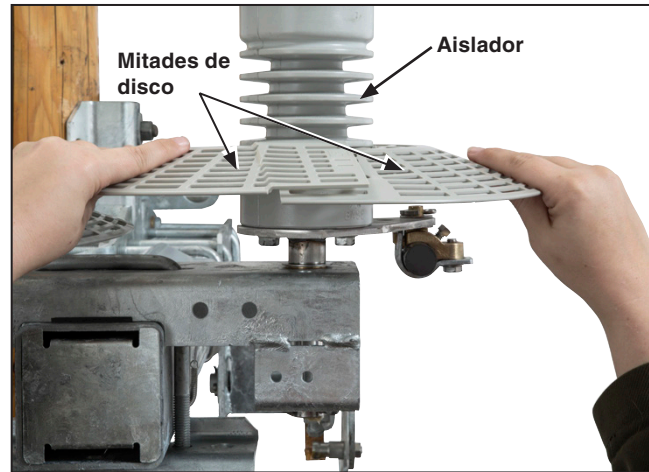
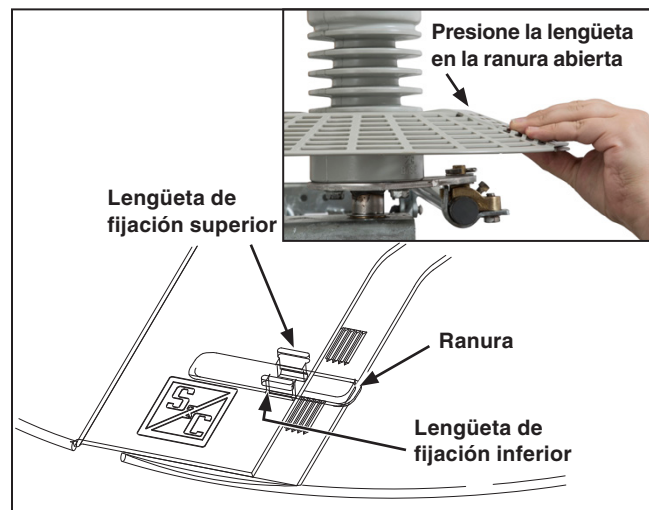

Figura 23. Coloque las mitades de disco alrededor del aislador.
Figura 24. Presione la lengüeta inferior en la ranura abierta.
- (a) Para ensamblar los discos, ajuste el disco alrededor del aislador en el extremo de la cuchilla del interruptor. Vea la Figura 23. Posteriormente, inserte las lengüetas de bloqueo de una mitad del disco en la ranura abierta en la otra mitad para crear un ajuste seguro superpuesto. Repita el procedimiento en el lado opuesto del disco. Cuando las mitades están ensambladas correctamente, el logotipo de S&C estará en la parte superior del disco en ambos lados. Vea la Figura 24.
- (c) Empuje las dos mitades del disco juntas hacia el aislador de modo que el disco se ajuste en el aislador tan cerca como sea posible. Vea la Figura 25. Presione la lengüeta de fijación superior firmemente en su lugar. Ambas lengüetas deben salir a través de la ranura abierta, según se muestra en la Figura 24.